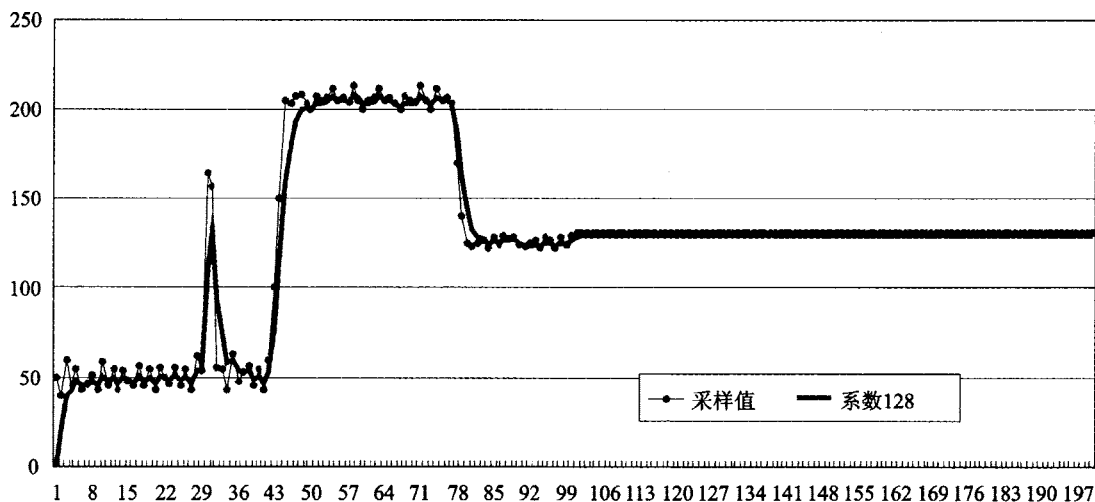

图 10.3 一阶滤波效果图 B
② 当滤波系数取中间值(等于 128)时(参见图 10.3:一阶滤波效果图 B),滤波结果的平稳度和灵敏度都比较一般,滤波结果比采样数据更平滑一些,但不能消除干扰值的影响。